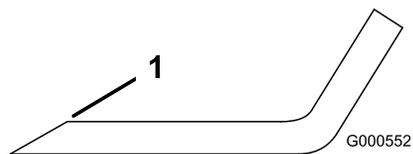

Bild 48
1. Schärfen Sie die Schnittkante an beiden Enden des Schnittmessers mit einer Feile (Bild 48).
Hinweis: Feilen Sie, wenn das Schnittmesser nicht ausgewuchtet ist, vom Flügelbereich des Messers etwas Metall ab (Bild 48).